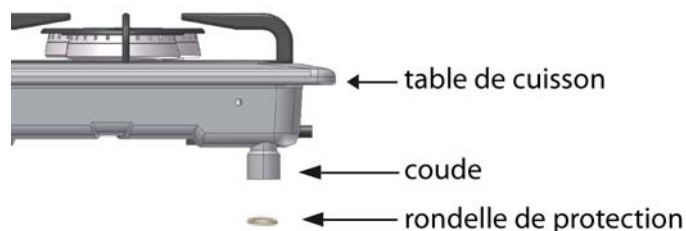

Fig. 11
- Cette table de cuisson est conçue pour fonctionner avec le type de gaz et la pression indiqués sur la plaque signalétique. Cette table de cuisson est équipée d'un coude et d'une rondelle de protection (Fig. 11).